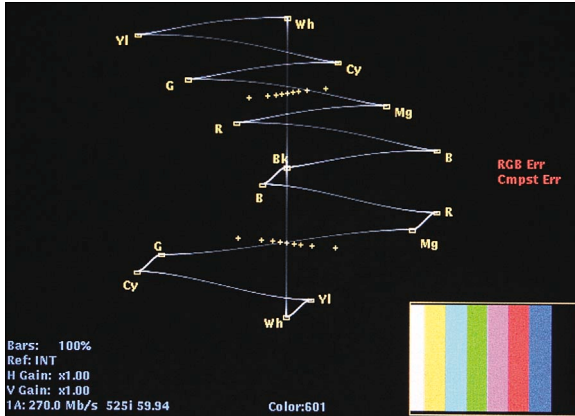

図8
図8では、表示の上半分が中心から外側へ湾曲しています。これは、P'b信号がルミナンス信号より進んでいるP'bチャンネルのタイミング・エラーを表しています。トランジションは3番目のクロスヘアと交差しているので、タイミング・エラーが表4より74nsであることがわかります。表示の下半分では、緑 (G) とマゼンタ (Mg) のトランジションは中心にあるマークと交差していて、ルミナンス信号とP'r信号にはタイミング・エラーはありません。